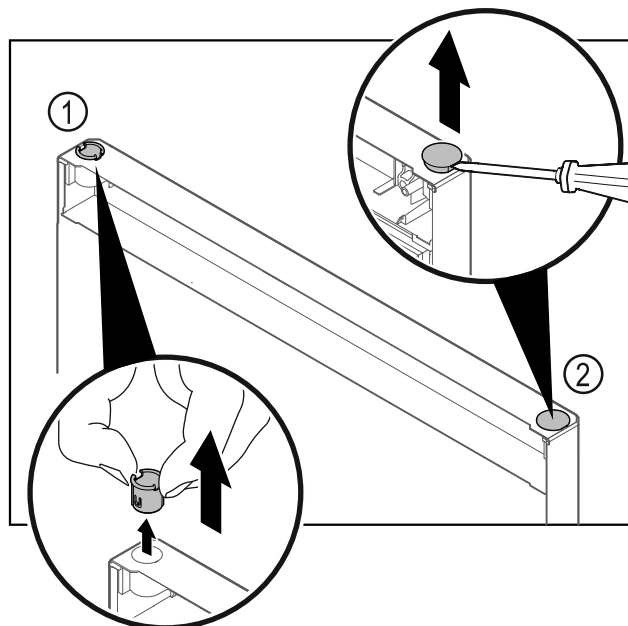

Fig. 22 Drzwi chłodziarki
- ▶ Wyjąć palcami tuleję zawiasu Fig. 22 (1).
- ▶ Zatyczkę osłonki Fig. 22 (2) ostrożnie podważyć przy pomocy śrubokręta płaskiego i wyjąć.